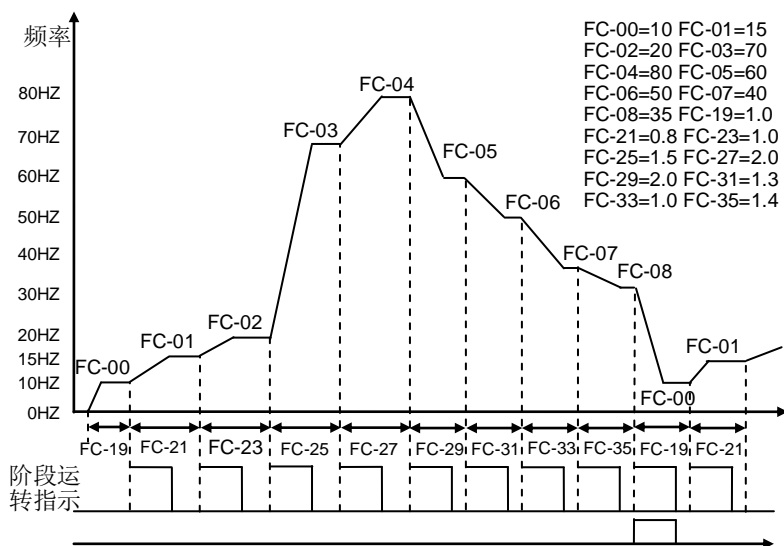

图 6-43B
- **动作说明：**如图 6-43B 所示，当 F0-02=1、FC-16=2、FC-17=9 时，按下 RUN 键，变频器便开始运行，直到 FC-08 运行完成后又自动跳至第一段继续运行，直到按下 STOP 键停止为止。